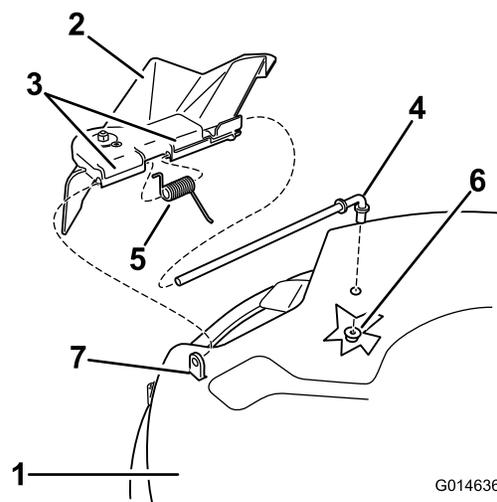

Figura 58
1. Individuate le parti illustrate nella Figura 58.
2. Togliete il dado (da 3/8 poll.) dall'asta sottostante il tosaerba (Figura 58).
3. Estraiete l'asta dal distanziatore corto, dalla molla e dal deflettore dell'erba (Figura 58). Togliete il deflettore dell'erba tagliata se è danneggiato o consumato.
4. Riposizionate il deflettore dell'erba (Figura 58).
6. Collocate la molla sull'asta (tenendo abbassati i fili alle estremità), tra le staffe del deflettore di sfalcio. Fate scorrere l'asta attraverso la seconda staffa del deflettore dell'erba (Figura 58).
7. Inserite l'asta dalla parte anteriore del deflettore dello sfalcio, nel piccolo isolatore sul piatto di taglio. Fissate l'estremità posteriore dell'asta nel tosaerba con un dado (3/8 poll.) (Figura 58).